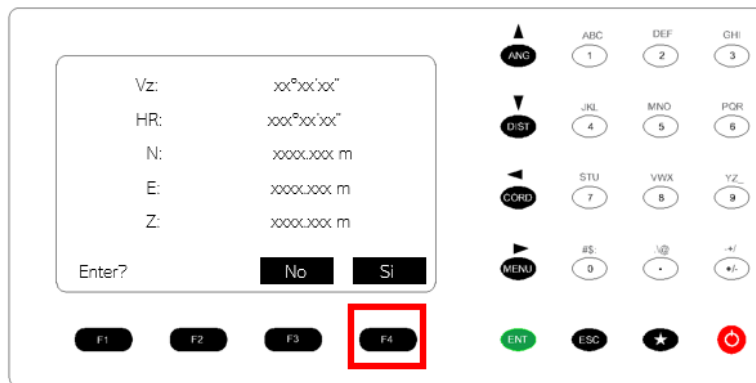

Figura 82. Verificación de la lectura.
36. Verificar y anotar las coordenadas y presionar F4 Si, para guardar el punto. Figura 82.